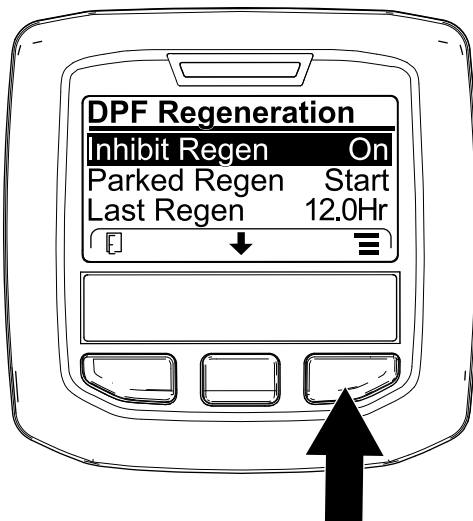

Figure 40
1. Ouvrez le menu Régénération du FAP, appuyez sur le bouton central pour naviguer jusqu'à l'option INHIBIT REGEN et appuyez sur le bouton droit pour la sélectionner (Figure 40).